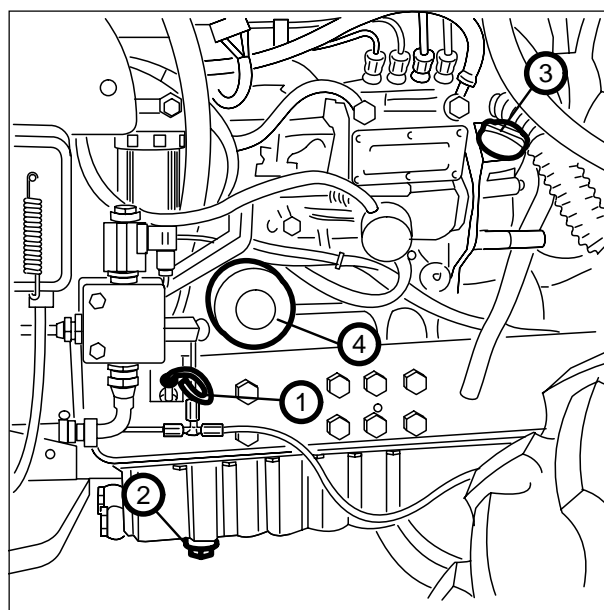

Fig. 33. Manutenção do motor.
Controle o nível com a vareta (1. Fig. 33).
- Encha ou ateste pela boca de enchimento (3. Fig. 33) exclusivamente com óleo de tipo recomendado.
2. Remova o tampão de descarga (2. Fig. 33) com o tractor estacionado numa superfície plana.
1. Desaperte o filtro a substituir da sua sede (4. Fig. 33).